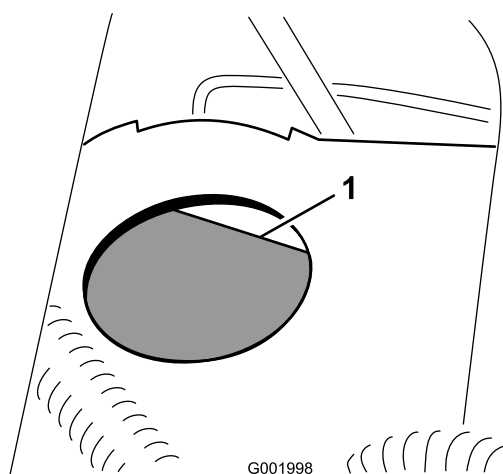

Bild 63
2. Der Flüssigkeitsstand sollte die Volllinie am Behälter erreichen (Bild 63).